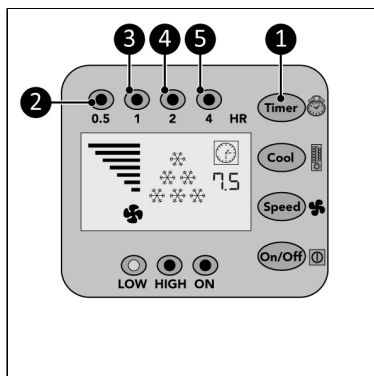

Figure 63.
1. Appuyez à plusieurs reprises sur la touche de minuterie (Figure 63, pos. 1) pour lancer le compte à rebours de :
- 0,5 heure : l'indicateur 0,5 heure (Figure 63, pos. 2) s'allume ;
- 1 heure : l'indicateur 1 heure (Figure 63, pos. 3) s'allume ;
- 2 heures : l'indicateur 2 heures (Figure 63, pos. 4) s'allume ;
- 4 heures : l'indicateur 4 heures (Figure 63, pos. 5) s'allume ;
- 7,5 heures : l'indicateur 0,5 heure, l'indicateur 1 heure, l'indicateur 2 heures et l'indicateur 4 heures (Figure 63, pos. 2, 3, 4 et 5) s'allument